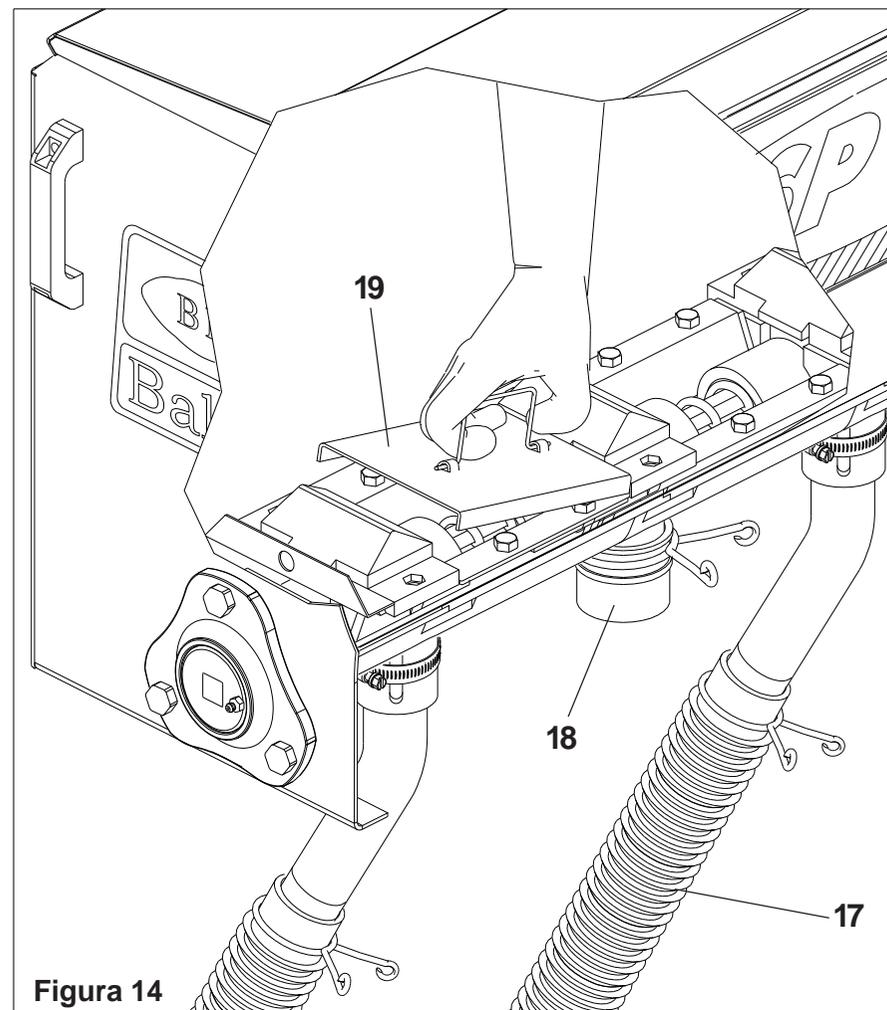

Figura 14
2 - Cierre la entrada del abono dentro del depósito poniendo la tapa (19). **Figura 14.**